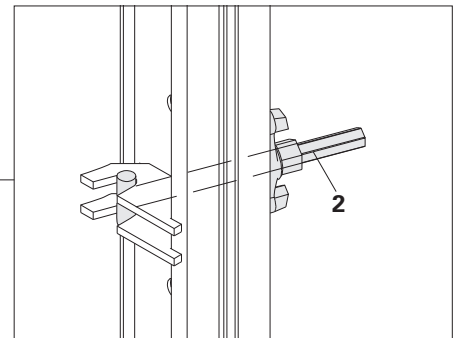

Fig. A5.01.2
2. Open Tie Yoke (2). (Fig. A5.01.2)